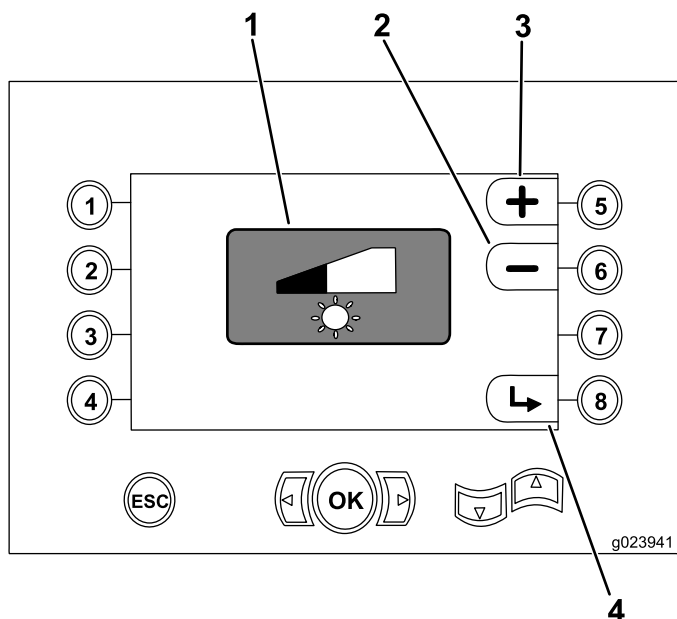

Figura 36
- O botão 5 aumenta o brilho da tela (Figura 36)
- O botão 6 reduz o brilho da tela (Figura 36)